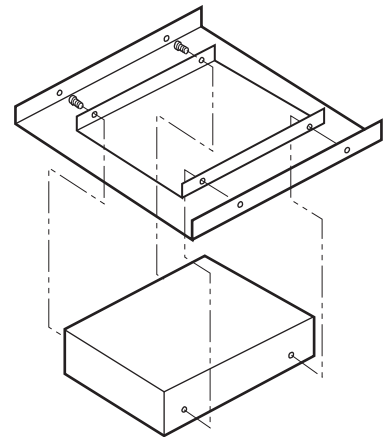

Figura 2 – Juego de bastidor F-TBF
3. Monte la caja posterior al juego de bastidor F-TBF utilizando los cuatro (4) tornillos provistos con el juego (vea la figura 2).